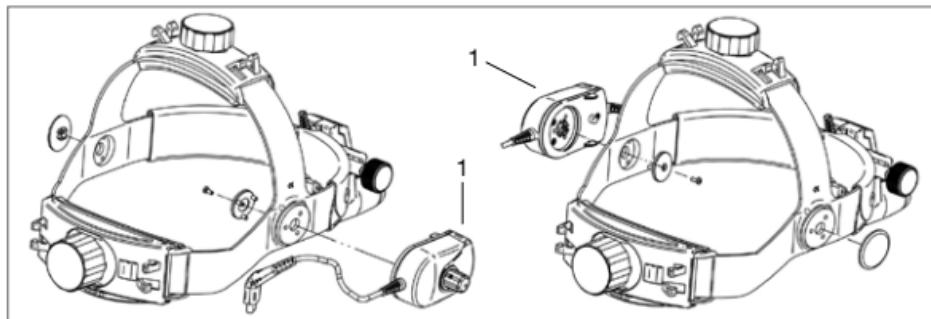

Afb. 2 Hoofdband Professional L
Aanpassen van de **hoofdband Professional L** (Afb. 2): De hoofdband kunt u door te draaien aan de draaiwielen bovenaan (1) en achteraan (2) versmallen of verbreden om deze aan te passen aan de hoofdomtrek.
### Instellen van de lichtrichting en de bundel (Afb.2)